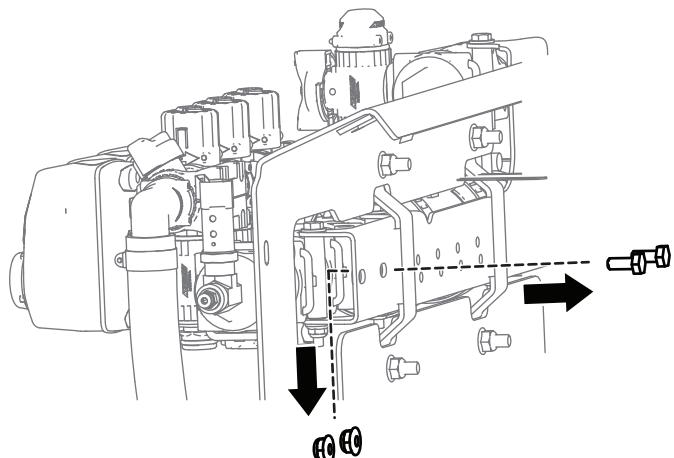

Figura 26
2. Retire as ferragens existentes como se mostra na Figura 26.